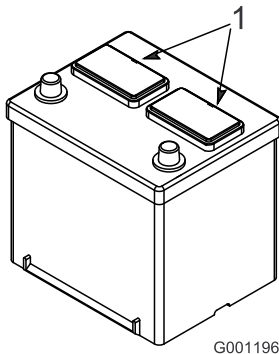

Figure 9
- Nettoyez le dessus de la batterie puis retirez les bouchons d'aération (Figure 9).